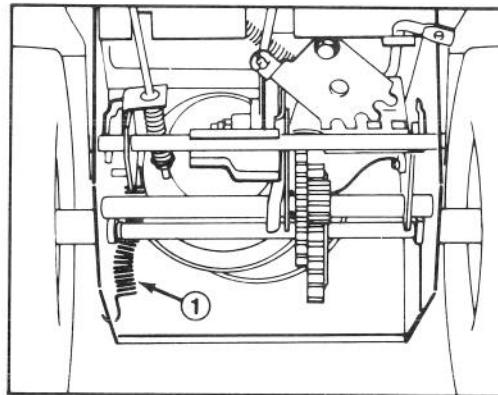

Abbildung 25
- Die Schneefräse auf das Räumgehäuse kippen und gut blockieren, damit sie nicht umkippen kann. Den hinteren Schutz abnehmen und die Feder von der Seitenplatte entfernen (Abb. 25).
Die Schneefräse auf das Räumgehäuse kippen, blockieren und die Feder auf der Seitenplatte befestigen (Abb. 25). Den hinteren Schutz wieder ansetzen und die Schneefräse wieder gerade stellen.